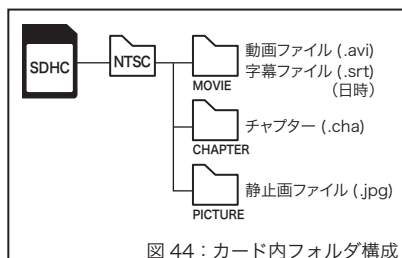

図 44：カード内フォルダ構成
- ・ 本装置で作成されるデータフォルダは右図 (図 44) のような状態で構成されています。